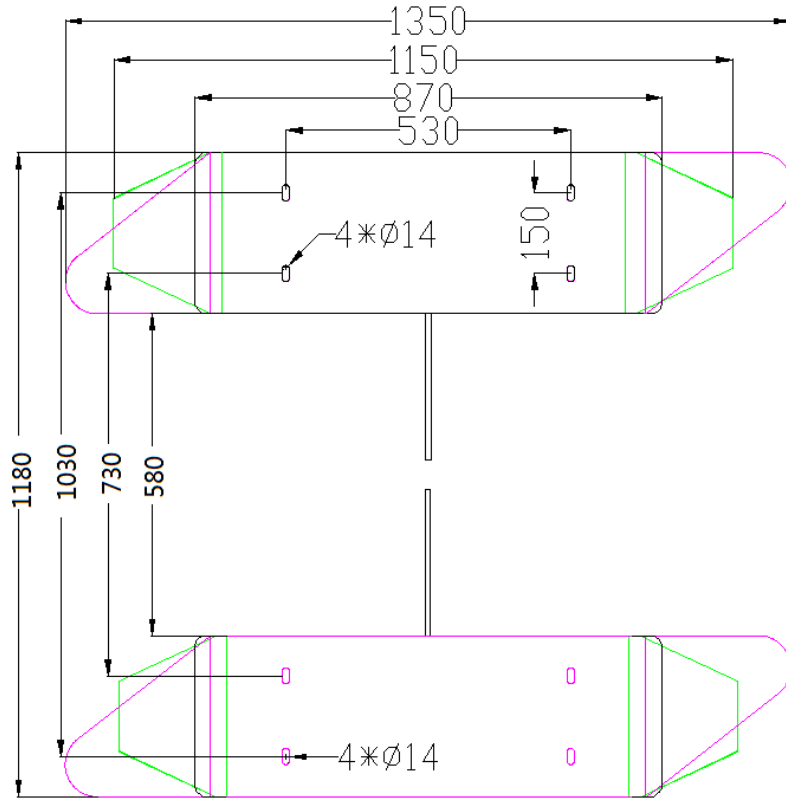

图 2
- ① 对主机和从机上电，调整翼板，使翼板在同一直线上；翼板运行至关闭状态时翼板与翼板之间的距离是 60MM；
- ② 测试红外是否对准，如若主板上显示闸机空闲则说明红外正常；如若显示左红外则说明左边红外对不齐，此时调整左红外对齐即可；如若显示右红外则说明右边红外对不齐，此时调整右红外对齐即可；如若显示防夹则说明防夹红外对不齐，此时调整防夹红外对齐即可；
- ③ 做记号。在地面上做好基座的螺丝孔中心和机箱底座边缘的记号；
- ④ 打孔。移开机箱，准备冲击钻和冲击钻钻头，根据螺丝孔中心记号垂直钻孔或根据安装孔位进行打孔，安装孔位如图 2 所示，单位为 mm。